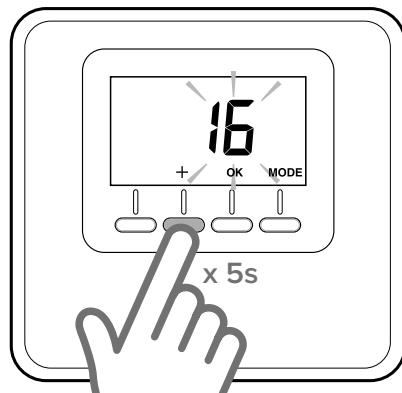

Fig. 14
- Pressionar durante 5 segundos a tecla “+” no sensor ambiente (Fig. 14). O visor apresenta, alternando, a versão do software e o índice de modificação.